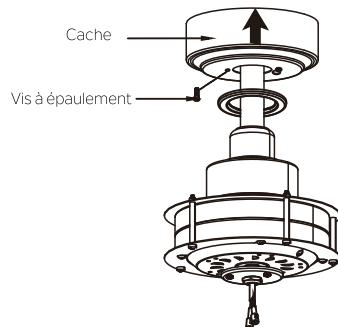

Fig. 15
**Étape 2.** Assemblez le cache en faisant tourner la clavette dans le cache sur la vis à épaulement dans le support de montage. Réinstallez la vis à épaulement qui a été enlevée précédemment et resserrez bien ensuite les deux vis à épaulement.(Fig.15)